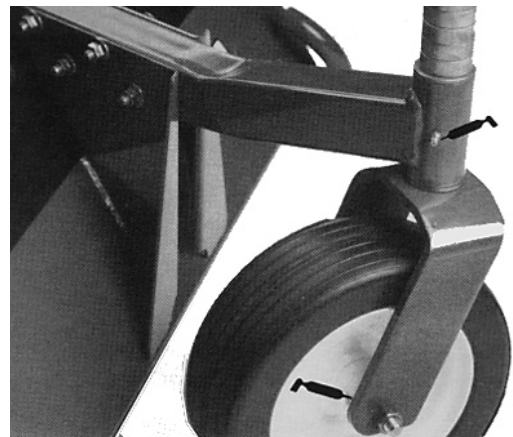
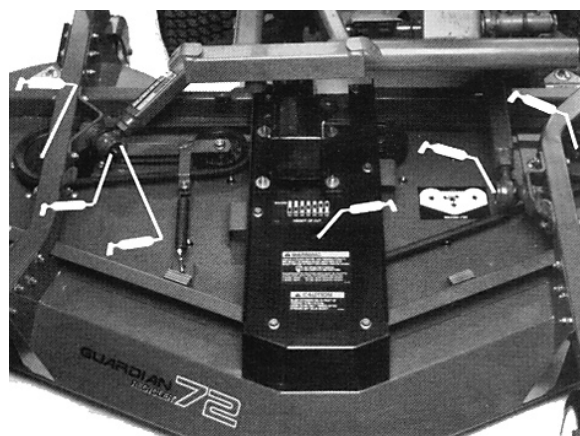

Figure 5
Figure 7
GRAISSAGE DES ROULEMENTS, DES MANCHONS ET DU BOITIER D'ENGRENAGES (Fig. 5–8)
1. Les roulements et les manchons suivants de l'unité de coupe doivent être graissés: manchons de l'axe de pivot avant (Fig. 5); roulements des roues pivotantes ((Fig. 5 & 6); roulements des axes de lames (Fig. 7): pivot du bras de la poulie de tension (Fig. 7) et articulations à rotule droite et gauche (Fig. 7).